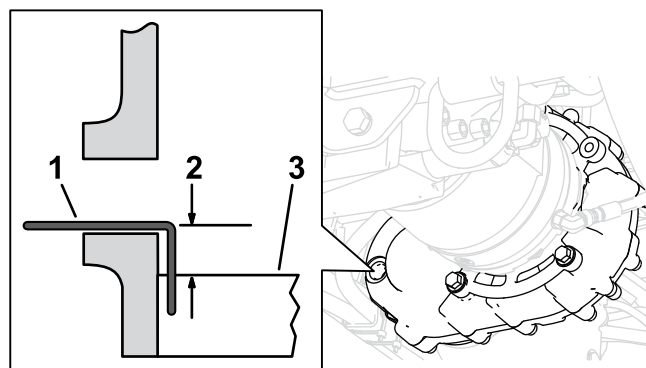

Figure 114
- Vérifiez que le niveau d'huile dans le boîtier d'engrenages est à 23 mm (29/32 po) sous le bas de l'orifice de contrôle; insérez un trombone plié dans l'orifice de contrôle comme montré à la Figure 114.